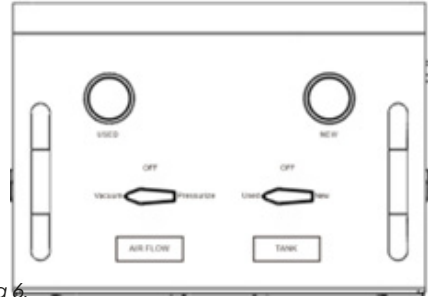

Fig 6.
3. Draai op het paneel de linkerklep "AIR FLOW" LUCHTSTROOM naar de "Vacuüm"-positie en de rechterklep "TANK" naar de positie "Gebruikt" (Fig. 6), open de klep op de gebruikte vloeistofslang (transparant). Open vervolgens de luchtklep in de werkplaats en er zal een vacuüm tot -20 inHg worden gecreëerd in zowel de gebruikte tank als het voertuig, en antivries zal vanuit het voertuig in de gebruikte tank van de apparatuur stromen en de slangen van het voertuig zullen inzakken;